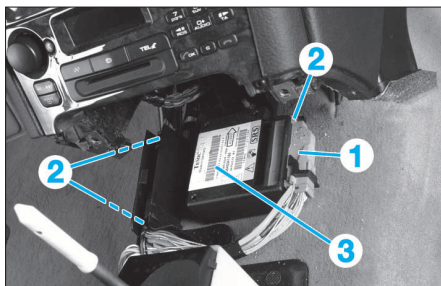

FIG. 17
- Débrancher le connecteur (1) (Fig.17).